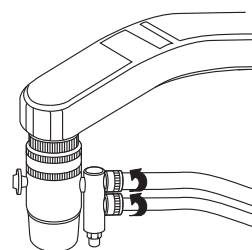

Fig. 9
- Enrosque** las tuercas en los conectores y **apriete a mano** (Fig. 9). Use las cintas de amarre para **fijar** la manguera a la llave.